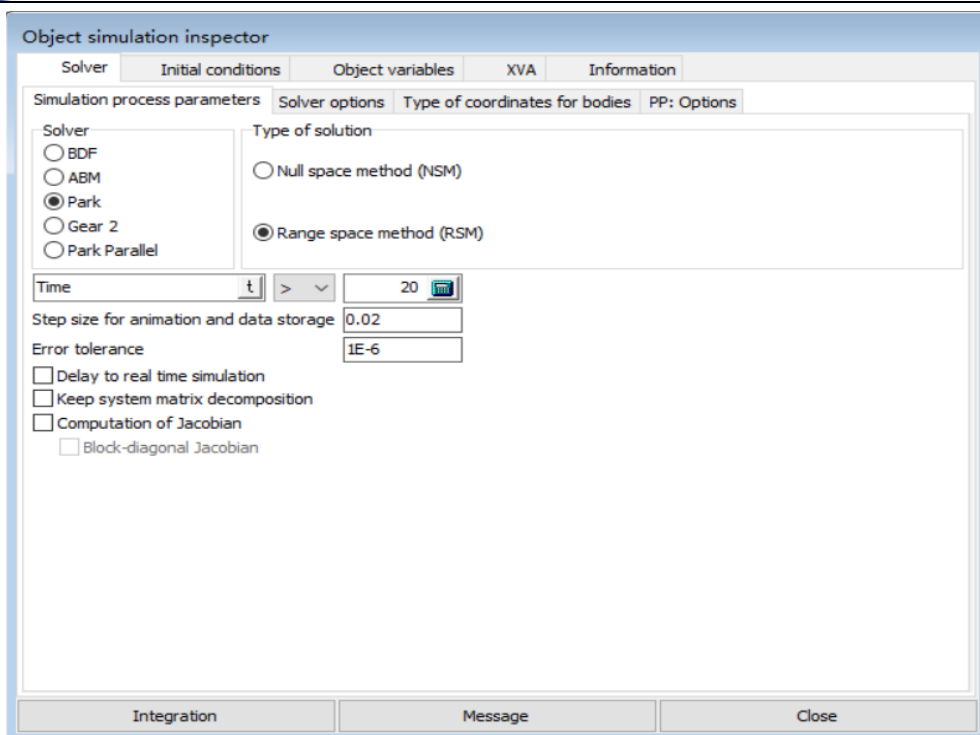

图 2-84
- 5) 在 **Solver** 页面，默认求解器为 **Park**，将仿真时间 **Time** 设置为 **20 (s)**，如图 2-84。